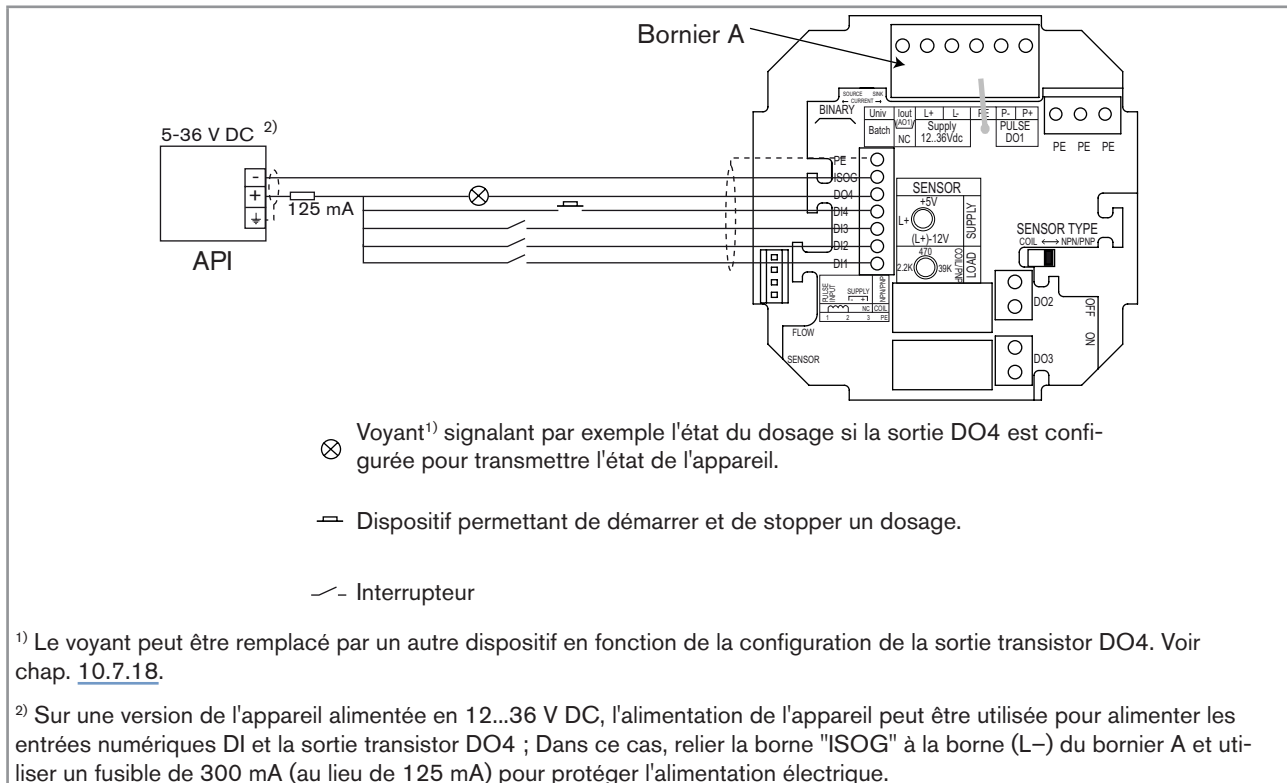

Fig. 44 : Raccordement électrique des entrées numériques DI et de la sortie transistor DO4 pour le mode de dosage "EXT. MEM", "EXT. +LOC" ou "EXT. [T]"
- Câbler la sortie DO4 et les entrées numériques DI1 à DI4 comme indiqué dans la Fig. 44 et en fonction des besoins suivants :
→ Câbler la sortie DO4 et les entrées numériques DI comme indiqué dans la Fig. 44 au chap. 10.6.3, et en fonction des besoins suivants :